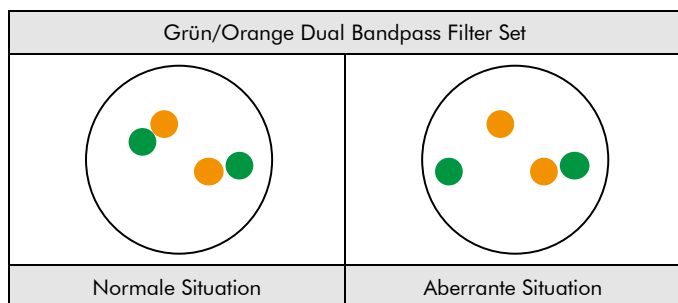

Abb. 2: Zu erwartende Ergebnisse in normalen und aberranten Zellkernen
**Normale Situation:** In Interphasen von normalen Zellen oder Zellen ohne eine Translokation der NR4A3-Genregion erscheinen zwei grün/orange Fusionssignale (siehe Abb. 2).
**Aberrante Situation:** Eine von einer Translokation betroffene NR4A3-Genregion wird durch ein separates grünes Signal und ein separates oranges Signal gekennzeichnet (siehe Abb. 2).